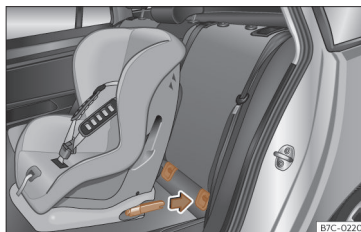

Fig. 26 Asientos traseros: colocación del asiento para niños con sistema ISOFIX.
- Enganche el asiento para niños en las argollas de sujeción "ISOFIX/iSize" hasta que encastre de modo audible»» fig. 26. Si el asiento para niños dispone de anclaje Top Tether, conéctelo a la anilla respectiva »» pág. 41. Siga las instrucciones del fabricante del asiento para niños.